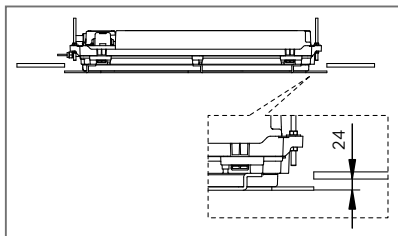

FIG. 16
- Verifique se a diferença de nível entre o lado inferior do teto e o lado inferior do gabarito de instalação é de cerca de aproximadamente 24mm (Fig. 16). A altura de elevação da unidade não estará correta se este requisito não for devidamente observado.